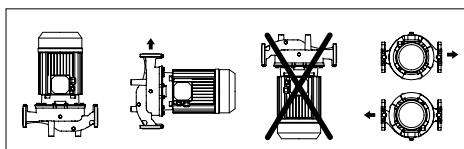

FIG. 2: Instalarea motorului ≤ 7,5kW bipolar și ≤1,1kW cvadripolar
- Pompele pot fi instalate pe conducte de refulare sau de retru și în poziție orizontală și verticală, condiția fiind ca motorul să nu fie niciodată amplasat sub pompă, pentru a preveni surgerea de apă în motor sau în lagăre.(FIG. 2) (Rețineți că instalarea verticală este posibilă pentru grupuri bipolare ≤7,5kW și grupuri cvadripolare ≤1,1kW)